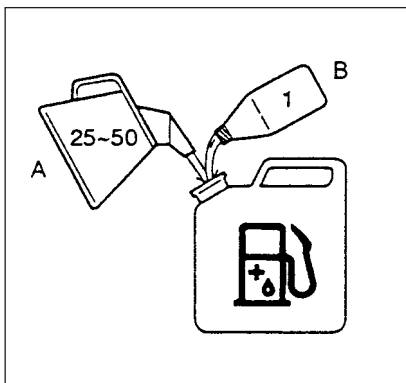

Fig. 2-1
### Brændstof (Fig. 2-1)
Den mængde kædeolie, som afgives gennem smøresystemet, er indstillet på det maksimale fra fabrikken. Indstil mængde i overensstemmelse med driftsbetingelserne. Drej stilleskruen (1) mod uret for at nedsætte mængden og drej den med uret for at forøge mængden. (Fig. 2-1 C)